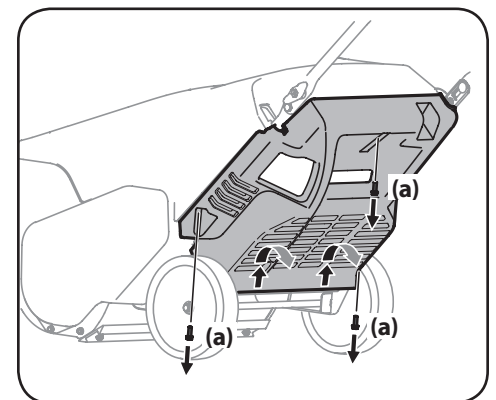

Figura 4-1
- Extraiga los tres tornillos (a) que sujetan el panel inferior. Extraiga el panel inferior levantándolo para liberar las lengüetas que están en la base del panel de las ranuras para lengüetas y luego tire hacia atrás. Consulte la Figura 4-1.